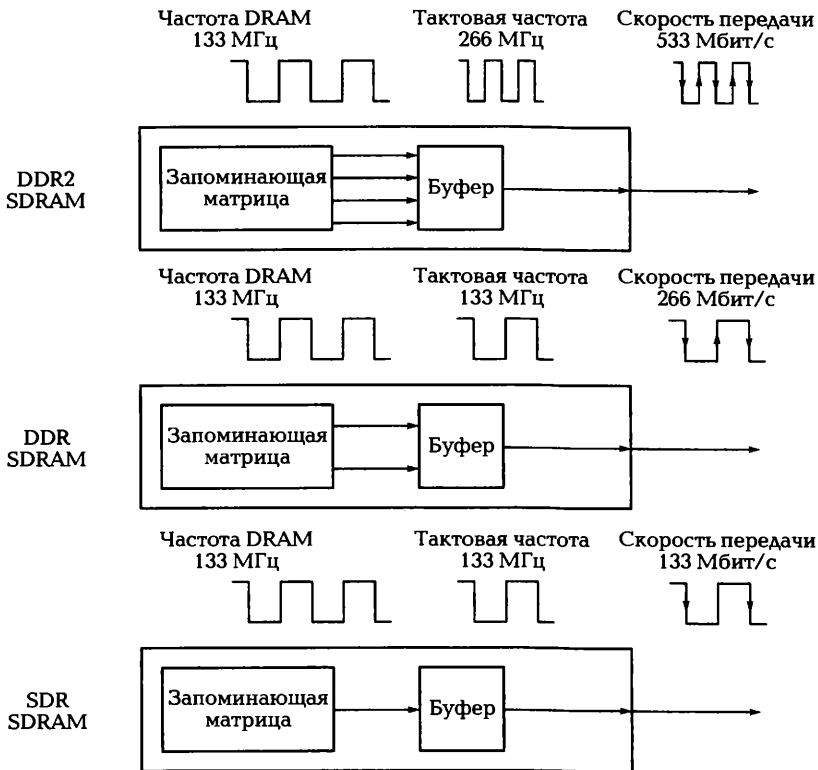

Рис. 2.15. Принципы работы SDRAM различных поколений
*DDR SDRAM* — усовершенствованный вариант SDRAM-модулей, разработанный корпорацией Samsung и обеспечивающий пропускную способность 2,5 Гбайт/с при времени доступа 5...6 нс и рабочей частоте шины 600...700 МГц. Особенности архитектуры позволяют DDR SDRAM обрабатывать за такт вдвое больше данных, чем обычная SDRAM. Дальнейшее развитие этой технологии в микросхемах DDR2 SDRAM позволяет за один тактовый импульс передавать четыре порции данных, причем увеличение производительности происходит за счет оптимизации процесса адресации и чтения-записи ячеек памяти при неизменной тактовой частоте работы запоминающей матрицы. Это приводит к увеличению производительности ПК всего на десятки процентов. Принципы работы SDRAM различных поколений показаны на рис. 2.15.